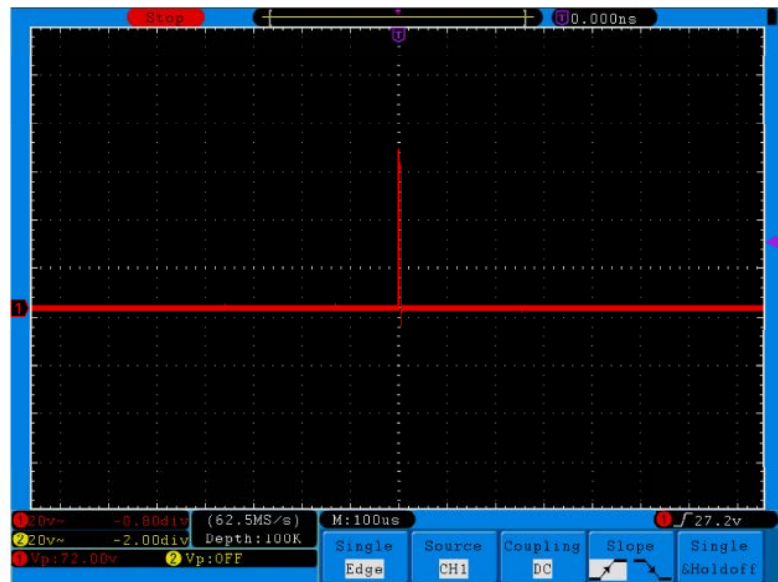

Abb. 81 Aufzeichnen eines Einzelsignals
15. Prüfen Sie die Triggerstatusanzeige am oberen Bildschirmrand. Ist sie nicht bereit, drücken Sie die **Run/Stop**-Taste, um mit der Aufzeichnung zu beginnen, und warten Sie auf einen Trigger. Wenn ein Signal den eingestellten Triggerpegel erreicht, wird eine Abtastung gemacht und dann auf dem Bildschirm ausgegeben. Auf diese Weise kann ein zufälliger Impuls leicht erfasst werden. Wenn wir zum Beispiel einen Impuls mit hoher Amplitude finden wollen, setzen wir den Triggerpegel auf einen leicht höheren Wert als den Mittelwert des Signalpegels, drücken dann die **Run/Stop**-Taste und warten auf einen Trigger. Tritt ein Impuls auf, wird das Gerät automatisch triggern und die Wellenform aufzeichnen, die im Zeitraum um die Triggerzeit erzeugt wurde. Drehen Sie den Einstellknopf **HORIZONTAL POSITION** im Horizontal-Bedienfeld, um die horizontale Triggerposition so zu verändern, dass eine negative Verzögerung entsteht, mit der Sie die Wellenform vor dem Impuls einfach beobachten können (siehe **Abb. 81**).